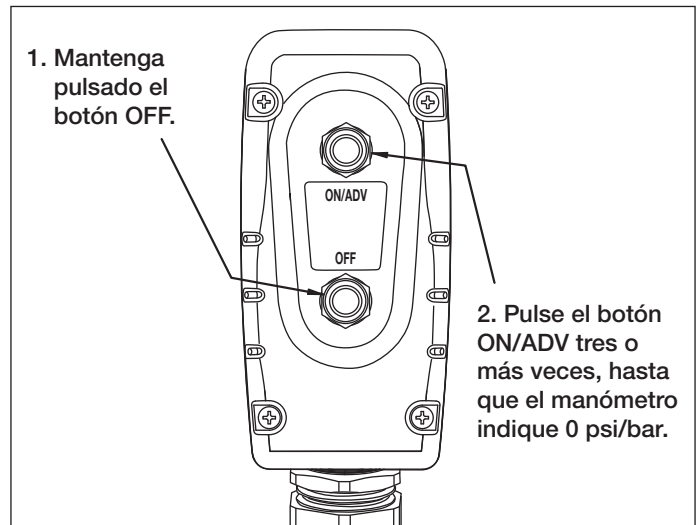

Figura 7, Liberación de presión (con los botones del mando remoto)
- Mantenga pulsado el botón "OFF". Véase la Figura 7.
- Mientras mantiene pulsado el botón "OFF", pulse y suelte el botón "ON/ADV" tres o más veces, hasta que el manómetro indique cero (0) psi/bar. Ahora se pueden retirar las mangueras.